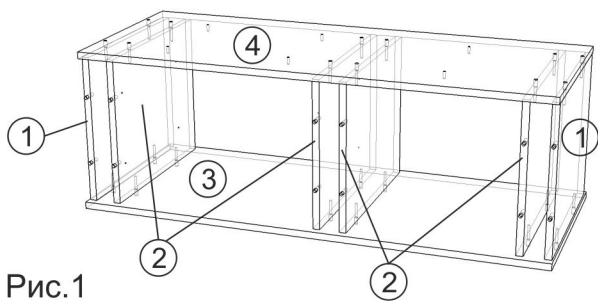

Рис.1
- 1) Вытянуть внутреннюю часть направляющих (к), прижав рычажки черного цвета. Внешние части (ответные планки) крепим на стойки (2) саморезами 3,5x16 (л). Внутренние части пока отложите в сторону.
- 3) С помощью евровинтов (а) соединить стойки (1,2) с дном (3) и основанием сиденья (4), рис.1.
- 4) В глухие отверстия планок декоративных (17) вставляем шканты (и).
- 5) С помощью шкантов (и) присоединяем планки (17) к стойкам (1,2). Для большей прочности соединения рекомендуется нанести на шканты небольшое количество клея ПВА перед тем как вставлять их в отверстия. Клей в комплектацию не входит.